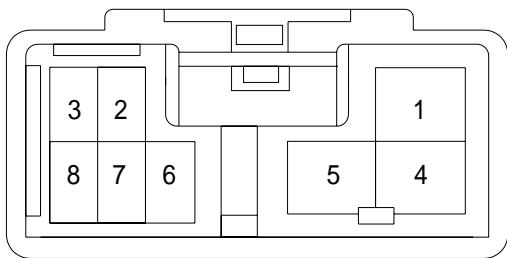

图 8-2-3 鼓风机开关
(1) 检查鼓风机开关的导通性。如图 8-2-3 所示，鼓风机开关在 OFF 位置时，端子间不导通；鼓风机开关在 LO 位置时，端子 1 与 8 间应导通；鼓风机开关在 MI 位置时，端子 1、6、8 三者间应导通；鼓风机开关 M2 位置时，端子 1、5、8 三者间应导通；鼓风机开关在 HI 位置时，端子 1、4、8 三者间应导通。若导通性不符合要求，则应更换鼓风机开关。
(2) 将蓄电池正极与鼓风机开关端子 2 相连，负极与端子 3 相连，照明灯应亮。若照明灯不亮，则应更换灯泡。